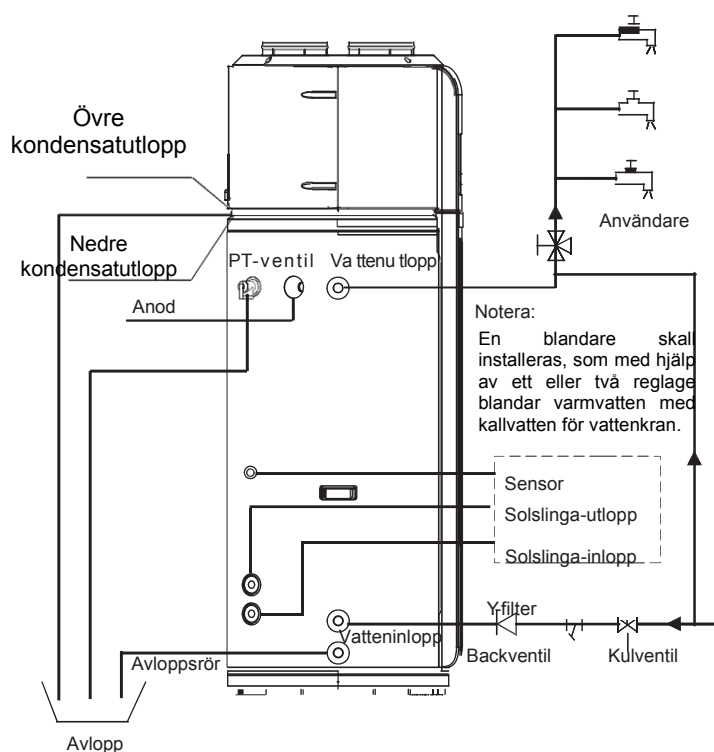

Fig. 5-1
- ♦ Försäkra dig om att du har alla delar som behövs för installationen. Alla delar ska installeras enligt Fig. 5-1. Om enheten installeras på en plats, där utomhustemperaturen ligger under fryspunkten, då är isolering av alla hydrauliska komponenter nödvändig.